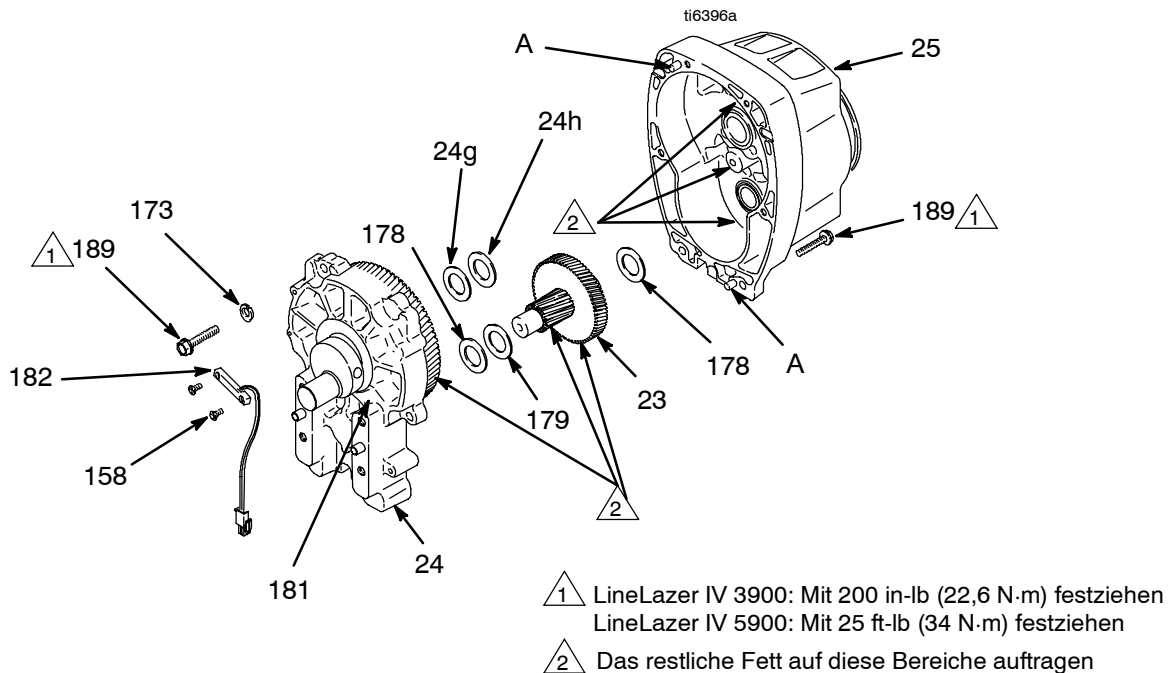

Abb. 3
2. Abb. 3. Lagergehäuse entfernen. Die Schritte unter **Lagergehäuse und Verbindungsstange** auf Seite 11 ausführen.
3. Zwei Schrauben (158) und Reed-Schalter (182) entfernen.
4. Sechs Schrauben (189) vom Getriebegehäuse (25) entfernen.
5. Vorsichtig um das Antriebsgehäuse (24) herumklopfen, um es zu lösen. Dann Antriebsgehäuse gerade vom Getriebegehäuse abziehen. Bei Bedarf das Zahnrad (23) halten, welches mit herauskommen kann.
1. Großzügig Lagerfett (im Lieferumfang des Ersatz-Zahnradatzes enthalten) auf den Zahnradatz (23) und auf die im Hinweis 2 bezeichneten Bereiche auftragen.
2. Die bronzefarbene Scheibe (24g) an der Welle anbringen, die aus der großen Welle des Antriebsgehäuses (24) vorsteht. Die silberfarbene Scheibe (24h) auf das Getriebegehäuse geben. Die Passflächen von Getriebe- und Antriebsgehäuse reinigen. Die Zahnräder ausrichten und das neue Antriebsgehäuse gerade auf das Getriebegehäuse und die Passstifte (A) drücken.
3. Sechs Schrauben (189) anbringen und gleichmäßig mit dem Wert von Hinweis 1 in Abb. 3 anziehen.
4. Den Reed-Schalter (182) mit zwei Schrauben (158) festziehen.